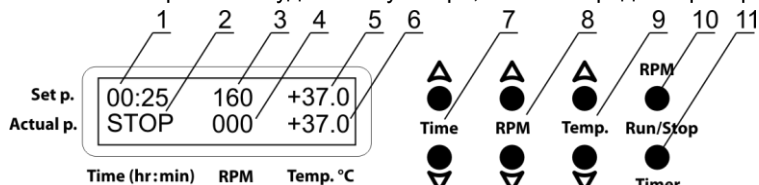

Рисунок 1. Панель управления
- 5.3 Включается дисплей прибора. В верхнем ряду отображается ранее установленное время в часах и минутах (рис. 1/1), скорость в оборотах в минуту (рис. 1/3) и температура в °C (рис. 1/5), в нижнем ряду показываюся текущие значения соответствующих параметров: таймер (индикация STOP, рис. 1/2), скорость (рис. 1/4) и температура камеры (рис. 1/6), которая автоматически начинает подниматься согласно выставленной.
- 5.4.1 **Установка времени (Time).** Используя кнопки **▲** и **▼ Time** (рис. 1/7), установите необходимый интервал работы в часах и минутах (шаг 1 мин.).
- 5.4.2 **Установка скорости (RPM/Shaker).** Используя кнопки **▲** и **▼ RPM** (рис. 1/8), установите необходимую скорость перемешивания в оборотах в минуту (шаг 10 об/мин).
- 5.4.3 **Установка температуры (Temp.°C).** Используя кнопки **▲** и **▼ Temp.** (рис. 1/9), установите необходимую температуру в градусах Цельсия (шаг 0,1 °C). Термостатирование камеры начинается автоматически.
**Внимание!** Термостатирование камеры может быть отключено только выставив температуру ниже 25 °C, вручную понизив её кнопкой **▼ Temp.** (рис. 1/9) пока на дисплее в сегменте **Temp.°C** в верхнем ряду не появится индикация OFF.
- 5.5.2 Нажмите кнопку **RPM Run/Stop** (рис. 1/10, на модели **ES-20/60** кнопка подписана как **Shaker Run/Stop**). Платформа начинает движение, таймер запускает отсчёт времени, с точностью в 1 минуту.
- 5.6 **Завершение программы.** По истечению установленного времени, движение платформы прекращается и дисплей отображает мигающую индикацию STOP (рис. 1/2), сопровождая повторяющимся звуковым сигналом, пока не будет нажата кнопка **RPM** или **Shaker Run/Stop**.
- 5.7 Если продолжительность работы не установлена и таймер в верхнем ряду дисплея (рис. 1/1) показывает 00:00, при нажатии кнопки **RPM** или **Shaker Run/Stop** прибор начинает непрерывное движение. На дисплее, сегмент **Time** показывает индикацию OFF в верхнем ряду (рис. 1/1) и таймер отсчёта в нижнем ряду (рис. 1/2). Для остановки платформы, нажмите кнопку **RPM** или **Shaker Run/Stop**.
её кнопкой ▼ **Temp.** (рис. 1/9) пока на дисплее в сегменте **Temp.°C** в верхнем ряду не появится индикация OFF.
- 5.8 Таймер можно перезапустить во время работы прибора, при необходимости. Дважды нажмите кнопку **Timer Run/Stop** (рис. 1/11), первый раз для остановки, второй для перезапуска.